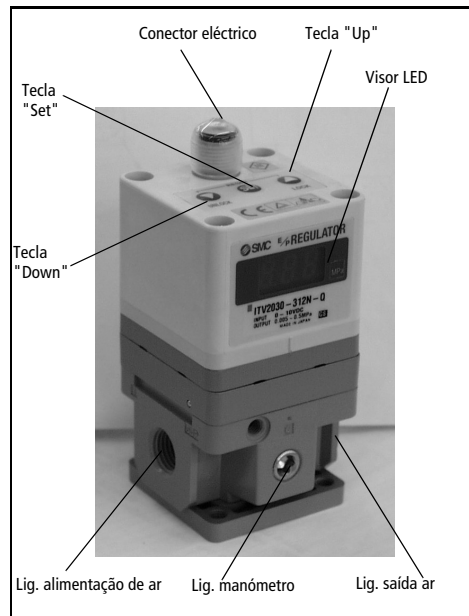

Fig 1 (Foto da série ITV2000)
Prima as teclas Para cima e Para baixo (Fig 1) simultaneamente durante mais de 3 segundos. Aparece 'RES' no visor. Solte as teclas para repôr a pressão mínima, a pressão máxima e as saídas digitais P1 e P2 a zero.
Aparece 'Loc' no visor (Fig 1) quando se pressiona alguma tecla.
- Prima a tecla Para baixo (Fig 1) durante mais de 2 segundos.
- Prima a tecla 'Set' (Fig 1) para desbloquear.
Nota: Para cancelar prima a tecla Para cima (Fig 1).
- Prima a tecla Para cima (Fig 1) durante mais de 2 segundos.
- Prima a tecla 'Set' (Fig 1) para bloquear.
Nota: Para cancelar prima a tecla Para baixo (Fig 1).
Se for detectada alguma anomalia pelo ITV2000, o visor LED (Fig 1) mostra 'Er' seguido de um número de código. Isolar a fonte de alimentação e solucionar o problema. Volte a accionar a fonte de alimentação depois de corrigir a falha.